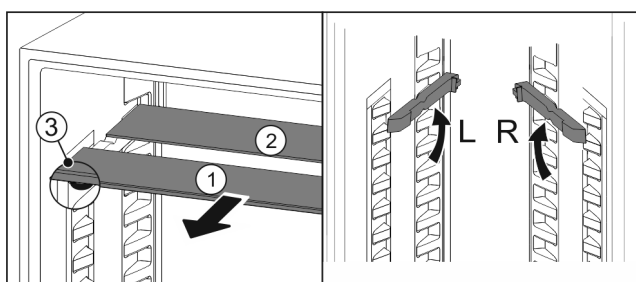

Fig. 80
- ▶ Trekk glassplatene enkeltvis fremover og ut Fig. 80 (1).
- ▷ Glassplate Fig. 80 (1) med pyntelist ligger foran.
- ▷ Stopper Fig. 80 (3) peker nedover.